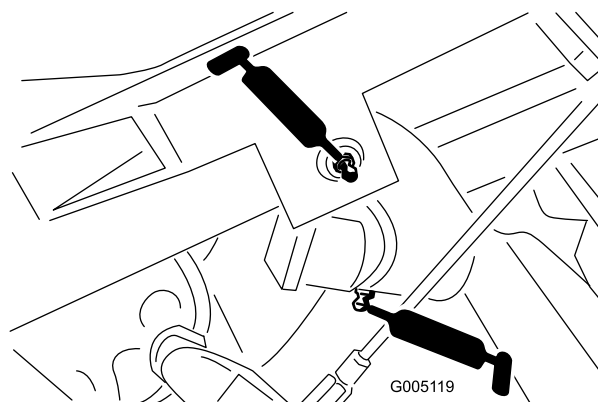

Figure 40
- Pivot de bras de relevage (3) et articulation de pivot (3) (Figure 40)